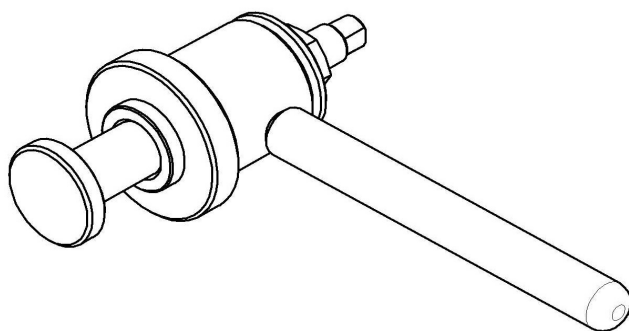

Рис. 26. Приспособление для запрессовки манжет.
- используя приспособление для запрессовки манжет (рис. 26) установить манжету 1;